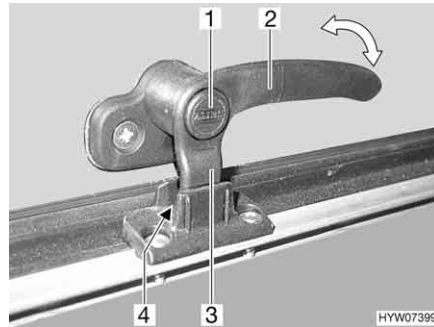
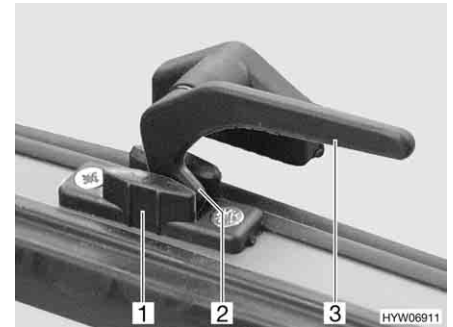

Fig. 65 Levier de verrouillage avec bouton de sécurité en position "Aération permanente"
Fig. 66 Levier de verrouillage en position "Aération permanente"
- En position "Aération permanente" (Fig. 65 et Fig. 66)
- S'il existe, appuyer sur le bouton de sécurité (Fig. 65,1) et le maintenir enfoncé.
- Tourner le levier de verrouillage (Fig. 65,2 ou Fig. 66,3) d'un quart de tour vers le centre de la fenêtre.
- Remettre le levier de verrouillage en position initiale. Le tenon de verrouillage (Fig. 65,3 ou Fig. 66,2) du levier de verrouillage doit pénétrer alors dans le logement prévu à cet effet dans le verrouillage de fenêtre (Fig. 65,4 ou Fig. 66,1).
- Relâcher le bouton de sécurité (Fig. 65,1) s'il y en a un.